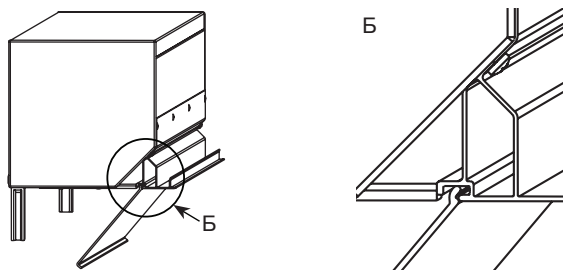

Рис. 8. Схема сборки короба
- 5.8. Установить ревизионную крышку SB-I/F в паз фасадной шины SB-I/FR (рис. 8).